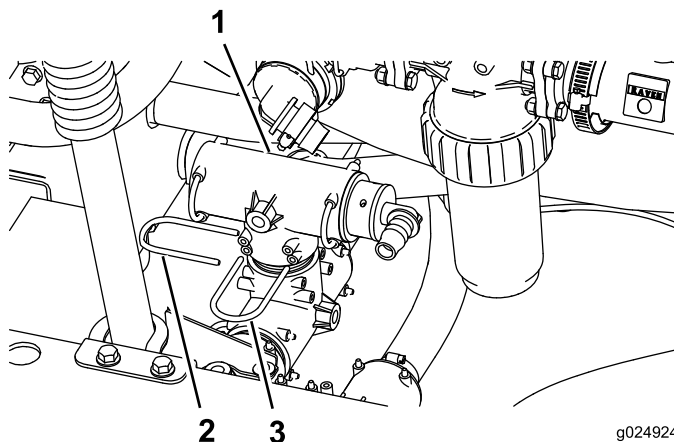

図 25
2. T字アセンブリを、機体後部の左側下にあるT字マウントアセンブリに取り付ける (図 25)。